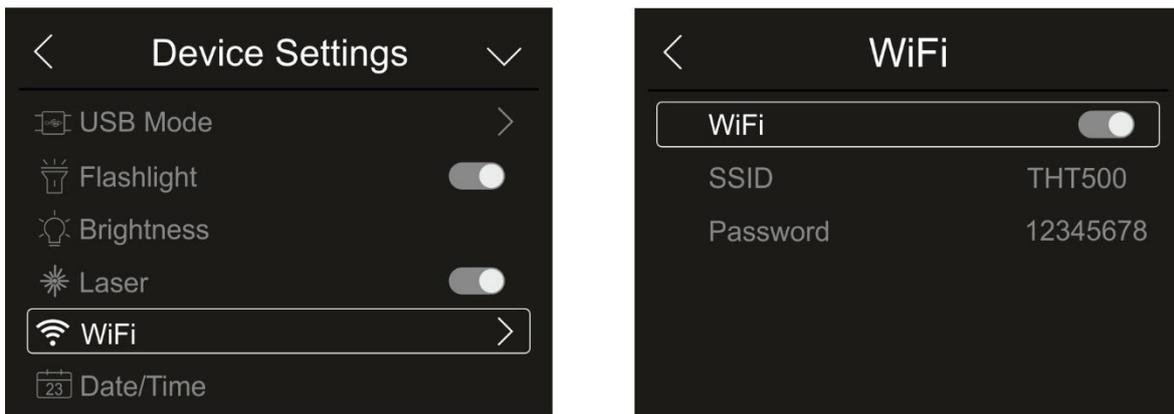

Fig. 17: Activación conexión WiFi
1. Toque el texto “WiFi” para entrar en la sección de activación/desactivación y personalización de la conexión WiFi en el instrumento. La pantalla de la Fig. 17 – parte derecha se muestra en el visualizador.